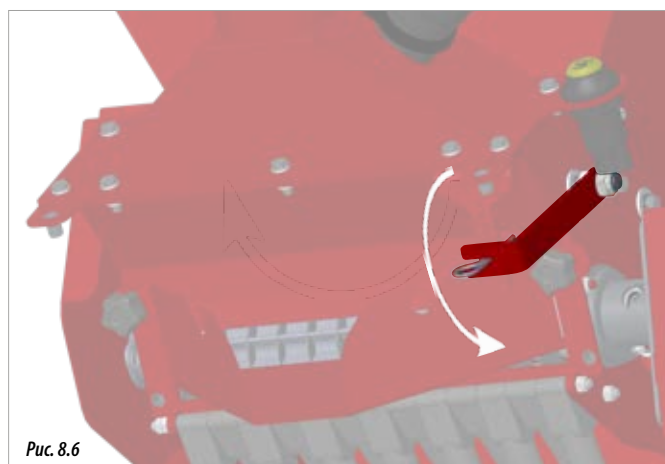

Рис. 8.6
- 4- Отвинтите регулировочный болт (см. D на Рис. 8.6), чтобы разблокировать РЫЧАГ ГРАНУЛОМЕТРИИ. Потяните рычаг вниз, чтобы разгрузить бункер для внесения удобрений.